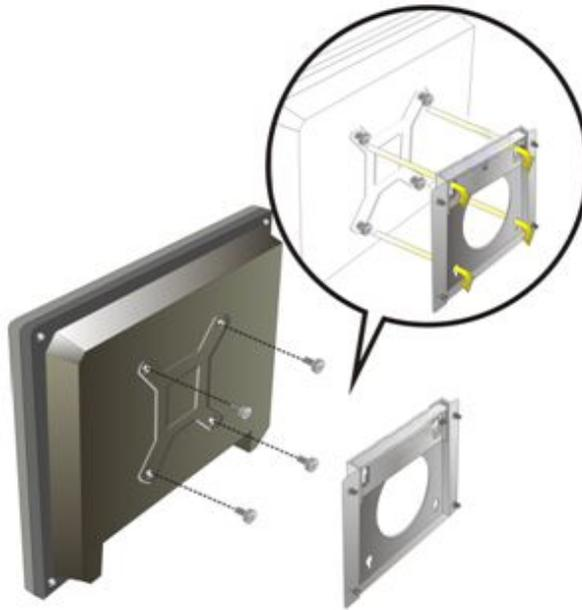

Abbildung 4-13: Montageschrauben
Schritt 6: Schrauben Sie die im Montageset enthaltenen M4 Schrauben in die 4 Schraublöcher an der Rückseite des Touch Panel PC (**Abbildung 4-13**)
Schritt 8: Führen Sie die Schrauben vorsichtig in die Löcher und ziehen Sie den Touch Panel PC sanft nach unten, bis dieser sicher in den Montagelöchern sitzt. (**Abbildung 4-13**). Stellen Sie sicher, dass alle 4 Schrauben fest im entsprechenden Langloch sitzen.